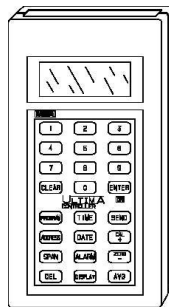

Figura 2-3. Controlador Ultima
- Controlador Última P/N 809086 (Figura 2-3)